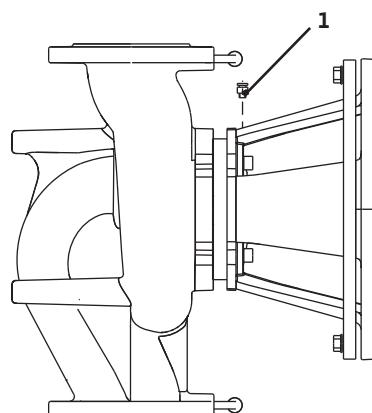

fig.35: Valvola di sfiato
- Sfiatare le pompe allentando le valvole di sfiato (fig. 35, pos. 1). Il funzionamento a secco distrugge la tenuta meccanica della pompa. Il trasduttore differenza di pressione non deve essere sfiatato (pericolo di distruzione).